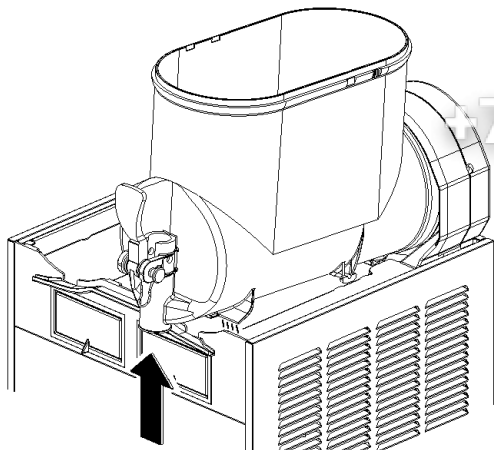

figura 6
**2** Desmontar el contenedor empujando ligeramente la parte inferior (lado grifo) hacia arriba para dejar libres los ganchos inferiores (ver figura 6) y luego quitarlo por adelante (ver figura